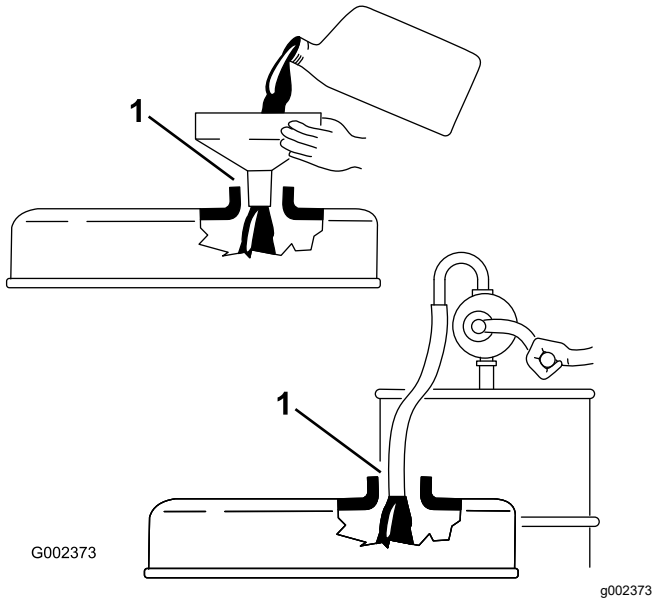

図 27
**重要** エンジンオイルを補給するときには、ディップスティックを抜いておいてください。エンジンオイルを補給する時には、補給口とジョウゴなどの間に必ず図 27 に示すようなすき間が必要です。これは補給の際に通気を確認し、オイルがブリーザ内部に侵入しないようにするためです。